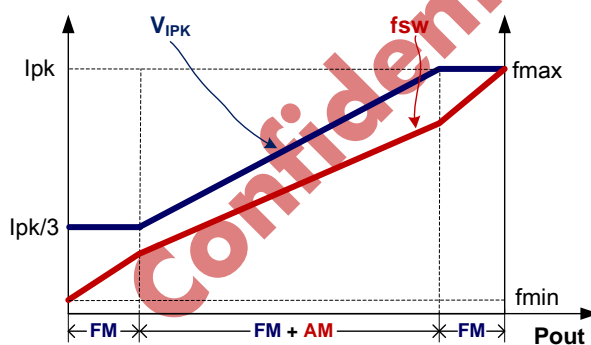

图 1
为满足系统平均效率和空载待机方面的严格要求，KP321XB 采用了调幅控制 (AM) 和调频控制 (FM) 相结合的工作模式，如图 1 所示。